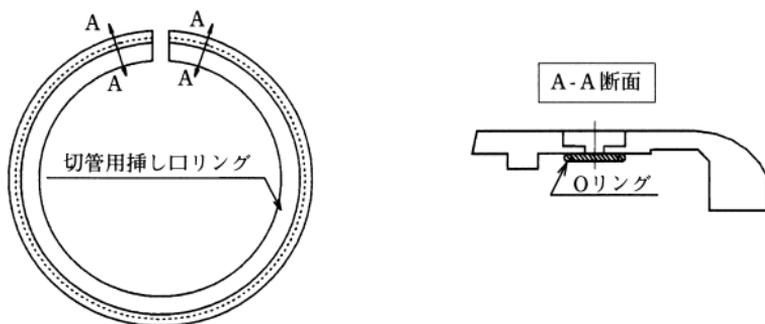

図59 切管用挿しロリング
(1) 部品の種類および確認
- ①切管用挿しロリング (図59) のねじ穴位置にOリング (2ヶ所) が付いていること、異物の付着がないことを確認する。